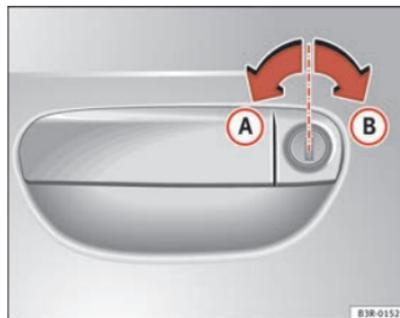

Fig. 70 Movimentos da chave para abrir e fechar
- Rode a chave para a esquerda, na fechadura da porta do condutor, até atingir a posição de abertura **A** ⇒ fig. 70.
- Rode a chave para a direita, na fechadura da porta do condutor, até atingir a posição de fecho **B** ⇒ fig. 70 ⇒ .
Para isso, rode a chave na fechadura da porta do condutor **duas vezes** sucessivamente, até atingir a posição de fecho  ⇒ página 102, fig. 70.